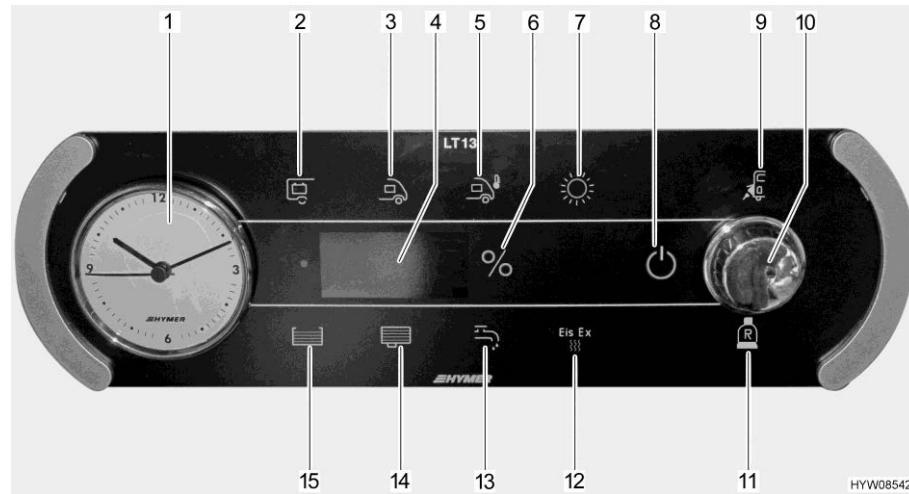

Fig. 117 Pannello di controllo (LT 13)
Il pulsante a rotazione (Fig. 117,10) inserisce o disinserisce il pannello di controllo e l'alimentazione a 12 V dell'abitacolo.
- Premere il pulsante a rotazione (Fig. 117,10): L'alimentazione a 12 V dell'abitacolo è inserita. La spia di controllo a 12 V (Fig. 117,8) diventa verde.
- Premere il pulsante a rotazione (Fig. 117,10): L'alimentazione a 12 V dell'abitacolo è disinserita. La spia di controllo a 12 V (Fig. 117,8) si spegne.
- Ruotare il pulsante a rotazione (Fig. 117,10), finché non si accende il simbolo pompa acqua (Fig. 117,13). Sull'indicatore compare lo stato di commutazione attuale ("ON" oppure "OFF").
- Ruotare il pulsante a rotazione (Fig. 117,10), finché non si accende il simbolo Eis-Ex (Fig. 117,12). Sull'indicatore compare lo stato di commutazione attuale ("ON", "AUTO" oppure "OFF").
Il simbolo controllo di rete (Fig. 117,9) è acceso quando il veicolo è alimentato con tensione di rete a 230 V. Le batterie vengono caricate.
Il simbolo bombola del gas di riserva (Fig. 117,11) è acceso quando viene utilizzata la bombola del gas di riserva.
- Ruotare il pulsante a rotazione (Fig. 117,10), finché non si accende il simbolo temperatura esterna (Fig. 117,5). La temperatura esterna viene visualizzata sull'indicatore (ad es. "25 °C").
- Ruotare il pulsante a rotazione (Fig. 117,10), finché non si accende il simbolo batteria abitacolo (Fig. 117,2). La tensione della batteria dell'abitacolo viene visualizzata sull'indicatore (ad es. "13,8U" per 13,8 Volt).
- Ruotare il pulsante a rotazione (Fig. 117,10), finché non si accende il simbolo della batteria dell'abitacolo (Fig. 117,2). La corrente della batteria dell'abitacolo è visualizzata sull'indicatore.
- Ruotare il pulsante a rotazione (Fig. 117,10), finché non si accende il simbolo batteria d'avviamento (Fig. 117,3). La tensione della batteria d'avviamento viene visualizzata sull'indicatore (ad es. "12,1U" per 12,1 Volt).
- Ruotare il pulsante a rotazione (Fig. 117,10), finché non si accende il simbolo solare (Fig. 117,7). La corrente fornita dal pannello di controllo solare viene visualizzata sull'indicatore (ad es. "5,8A" per 5,8 Ampere).
- Ruotare il pulsante a rotazione (Fig. 117,10), finché non si accende il simbolo serbatoio acqua (Fig. 117,15). Il livello del serbatoio dell'acqua è visualizzato in percentuale sull'indicatore. Se il serbatoio dell'acqua è vuoto, l'indicatore lampeggia.
- Ruotare il pulsante a rotazione (Fig. 117,10), finché non si accende il simbolo serbatoio acque grigie (Fig. 117,14). Il livello del serbatoio delle acque grigie è visualizzato in percentuale sull'indicatore. Se il serbatoio delle acque grigie è pieno, l'indicatore lampeggia.
- ▷ Se il simbolo "%" (Fig. 117,6) lampeggia, significa che il sensore è difettoso. Pulire il sensore o chiamare il servizio clienti.
| Il simbolo batteria abitacolo (Fig. 117,2) lampeggiava | La tensione della batteria dell'abitacolo è troppo bassa, rischio di scarica completa. Di conseguenza il pannello di controllo si disinserisce o non si riesce ad inserirlo | Disinserire tutte le utenze a 12 V, avviare il motore o collegare l'alimentazione di rete a 230 V |